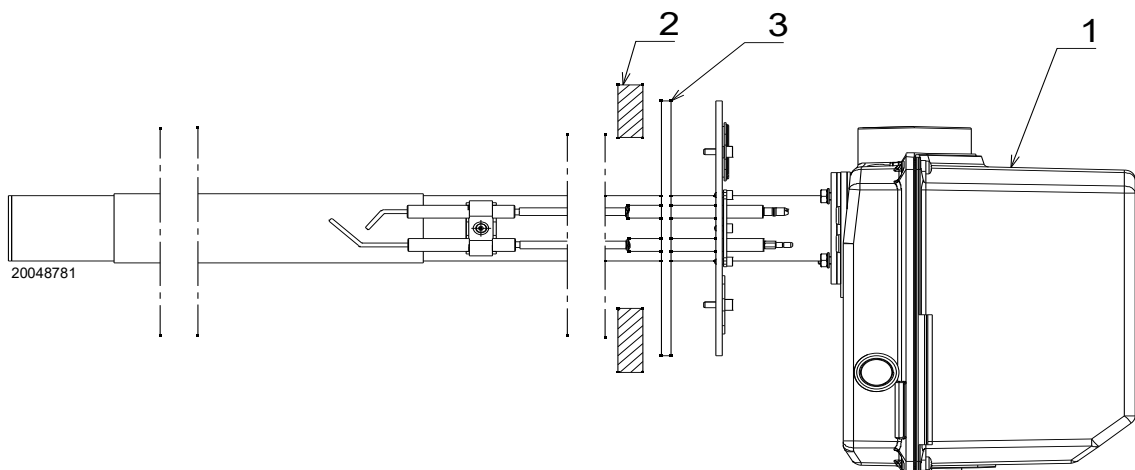

Fig. 7
- fijar el quemador 1)(Fig. 7) en el visor de la caldera 2) mediante 4 tornillos y (si es necesario) 4 tuercas, interponiendo la junta aislante 3) (no se suministra con el quemador).